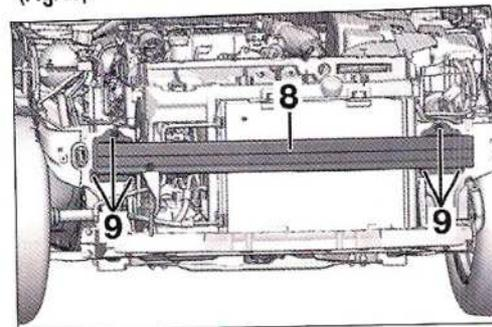

FIG. 16
- Desmontar los tornillos (9) y el travesaño (8) (Fig.16).